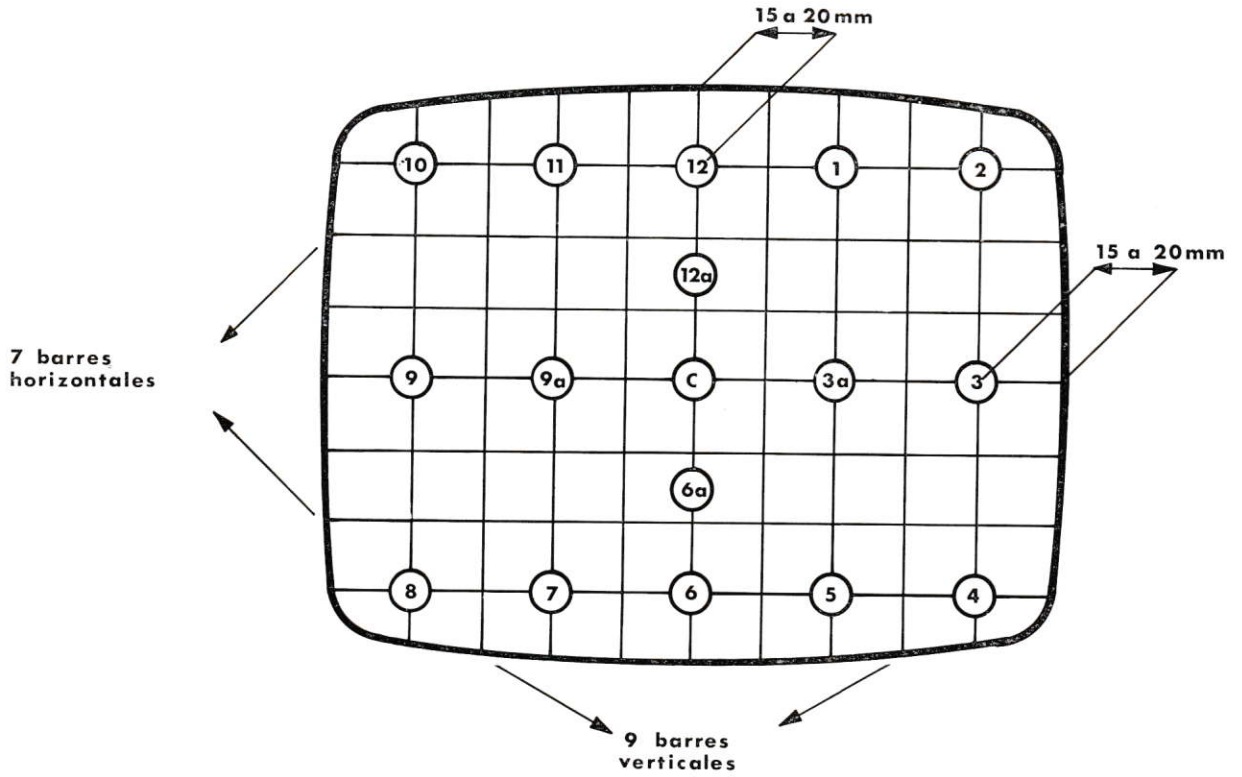
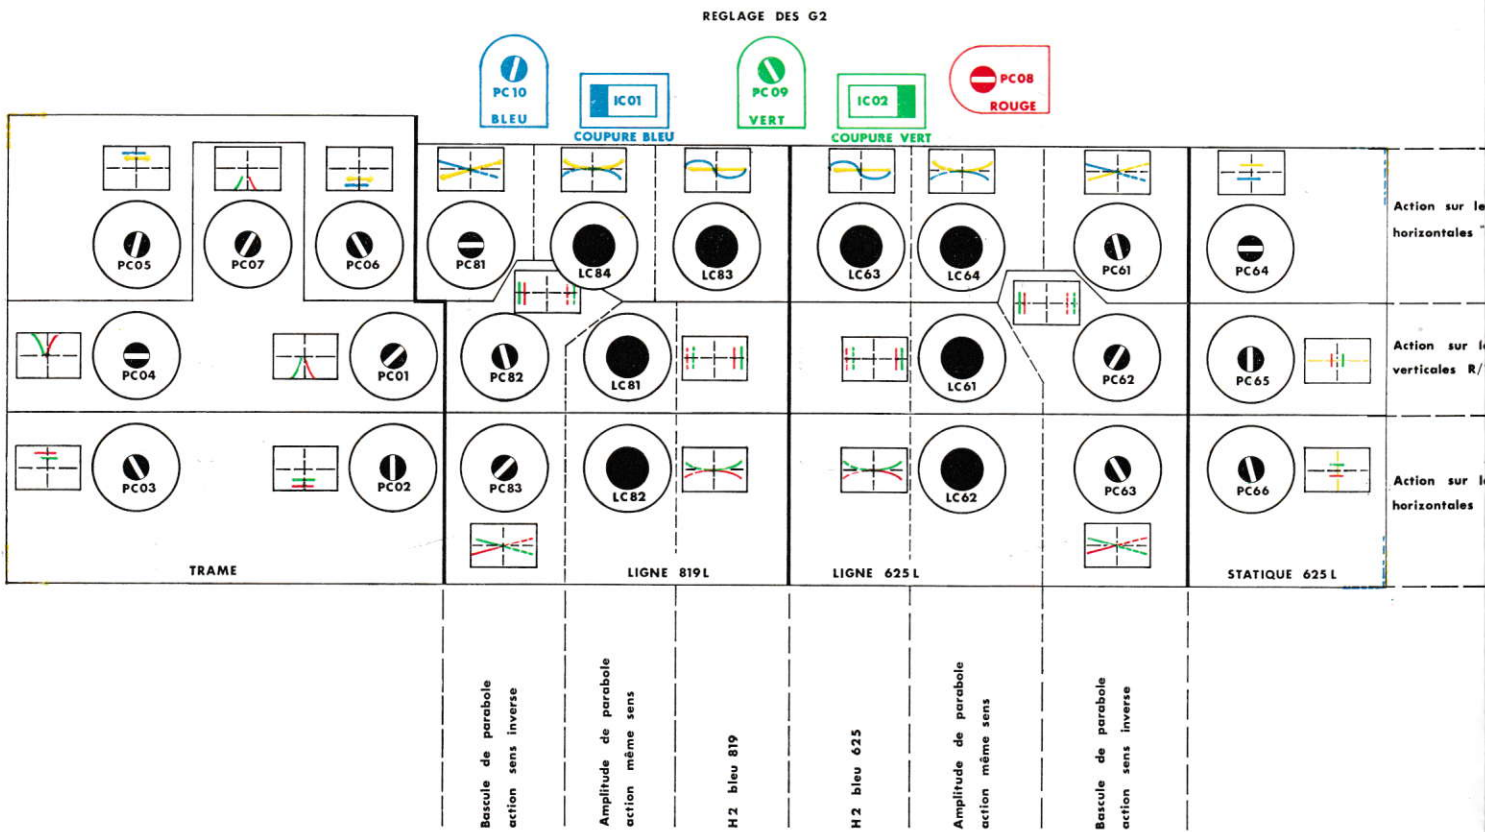

Fig. 21
Fig. 22
- **Zones d'observation :** (12) - (12 a) (fig. 21).
- Agir sur le potentiomètre PC 04 pour obtenir la convergence des verticales « **Rouge - Vert** » dans les zones (12) et (12 a).
- Régler le potentiomètre PC 03 pour converger les horizontales « **Rouge - Vert** » en (12) et (12 a). S'il y a lieu, revenir sur le réglage des verticales.
- Superposer les horizontales « **Bleu** » aux horizontales « **Jaune** » à l'aide de PC 05 dans les zones (12) et (12 a).
- **Zones d'observation :** (3) - (3 a) - (9 a) - (9) (fig. 21).
- **Zones d'observation** : (3) - (3 a) - (c) - (9 a) - (9) (fig. 21).
- Couper le canon bleu à l'aide de l'inverseur IC 01 (fig. 22).
- Observer les verticales R - V en (3) et (9).
- Observer les horizontales « **Rouge - Vert** » en (3) et (9).
- Le résultat de ces opérations doit conduire à l'obtention d'un quadrillage « **Jaune** » dans les zones (9), (9 a), (c), (3 a), (3).
- Superposer les verticales « **Rouge - Vert** » en (3) et (9) à l'aide de LC 61 (action même sens) et PC 62 (action sens inverse). Si nécessaire, retoucher à la convergence au centre (c) à l'aide du potentiomètre PC 65.
- Superposer les horizontales « **Rouge - Vert** » en (3) et (9) en agissant sur LC 62 (action même sens) et PC 63 (action sens inverse). Retoucher, s'il y a lieu, à la convergence au centre à l'aide du potentiomètre PC 66.
- Remettre en service le canon bleu (IC 01) (fig. 22).